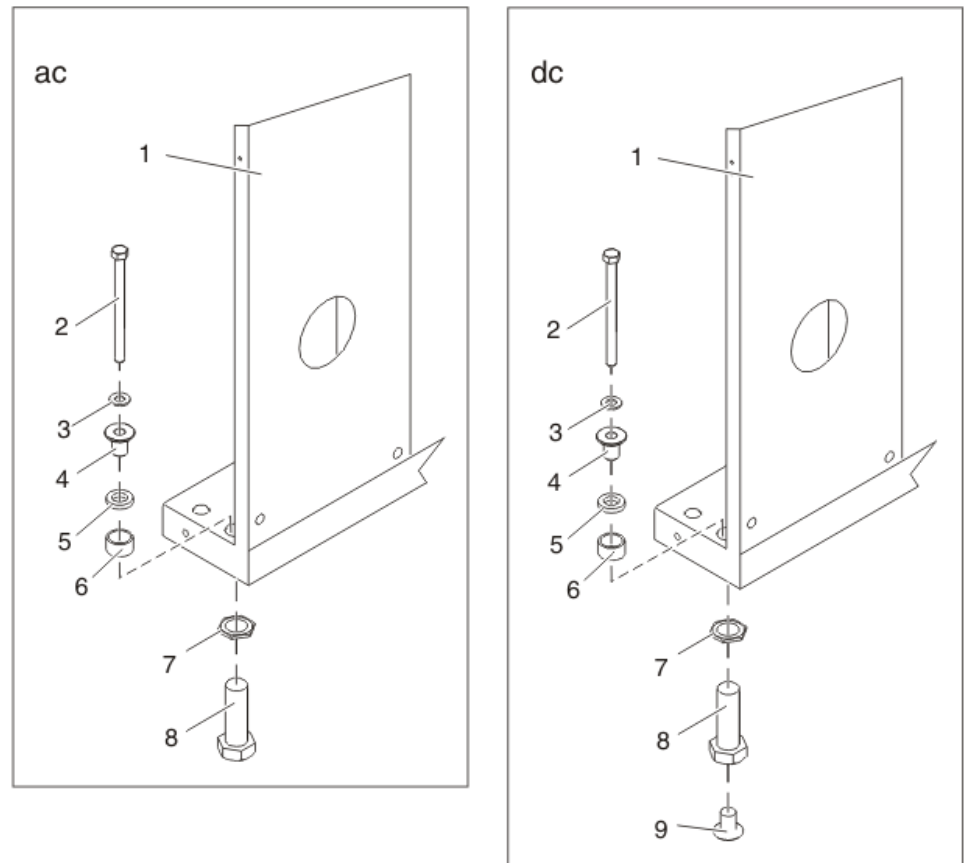

Figura 5. Maquinari de perns del bastidor
4. Localitzeu el kit de muntatge de maquinari i les dues plaques de muntatge. Consulteu la Figura 5 a la pàgina 8 quan reviseu el contingut del kit de muntatge de maquinari. El kit de muntatge de maquinari conté els elements següents: